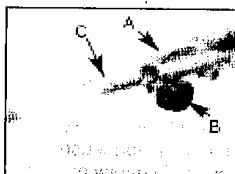

Fig. 8B
1. Dévissez le vis (B) en sens inverse des aiguilles d'une montre (Fig. 8B).
2. Poussez le levier de blocage (A) en bas et enlevez la poignée basse (Fig. 8B).
3. Mettez en place la tige basse de l'arbre moteur et remettez la poignée basse avec le levier de blocage dans le premier orifice (C).
4. Vissez le vis (B) en sens des aiguilles d'une montre.